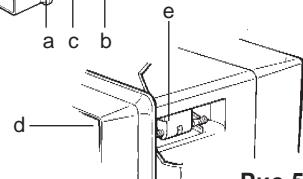

Рис.5
4. Закрепите компьютер как показано на рис. 5.